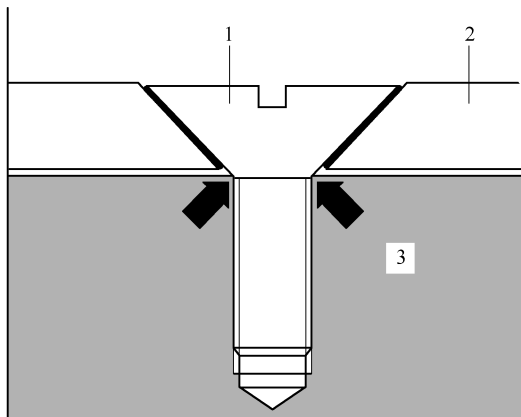

图 2-1-9 拆卸脉冲信号轮
1) 原则上每次松开螺栓 1 后都要更换脉冲信号轮 2。由于第二次固定后，脉冲信号轮内埋头螺栓的固定点已严重变形，螺栓头在曲轴 3 上露出(箭头)，且脉冲信号轮在螺栓下面松动，如图 2-1-9 所示。